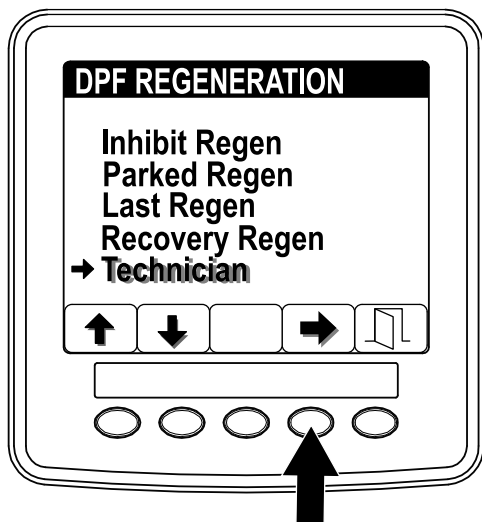

Figure 38
1. Ouvrez le menu DPF Regeneration, appuyez sur le bouton 1 ou 2 et naviguez jusqu'à l'option TECHNICIAN (technicien) (Figure 38).
2. Appuyez sur le bouton 4 pour sélectionner l'option Technician (Figure 38).